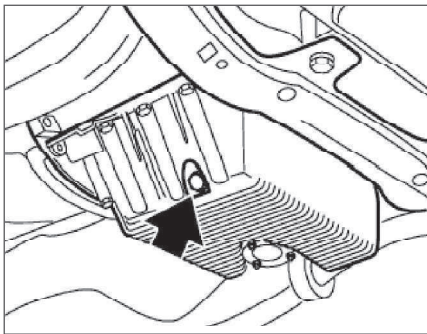

Рис. 2.9. Сливная пробка
- Плавно отвернуть сливную пробку (рис. 2.9), прижимая ее к поддону картера и убрать резким движением.
- Установить сливную пробку (см. рис. 2.9) с новым уплотнительным кольцом и затянуть пробку М12 моментом 25 Н.м (2,5 кгс.м), пробку на М18 моментом 35 Н.м (3,5 кгс.м), пробку М22 моментом 60 Н.м (6,0 кгс.м).